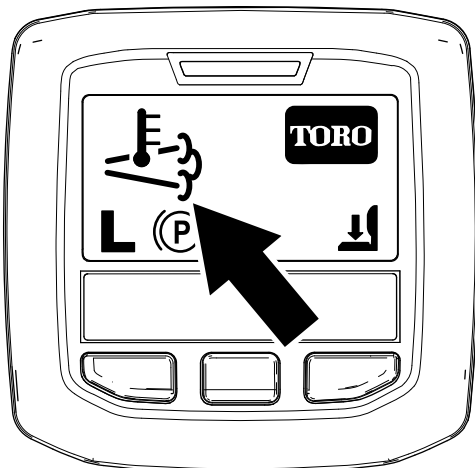

Figura 58
- L'icona della temperatura di scarico elevata viene visualizzata nell'InfoCenter (Figura 58).